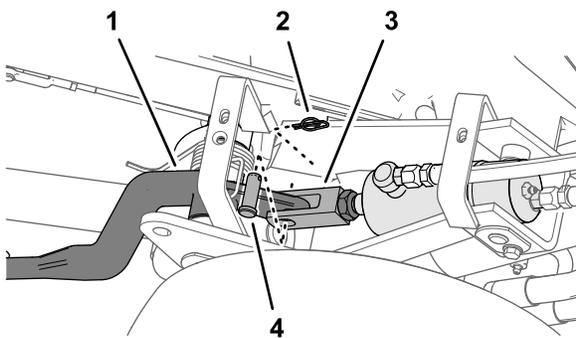
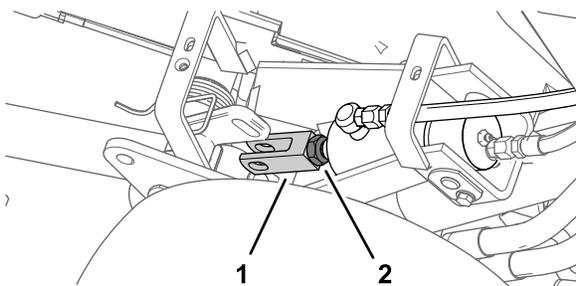

Figure 49
Figure 50
3. Desserrez le contre-écrou qui fixe la chape au vérin de l'unité de coupe que vous devez régler (Figure 49).
- Retirez la goupille de fixation et l'axe de chape (Figure 49)
- Tournez la chape jusqu'à obtention de la hauteur voulue (Figure 50).
- Montez la chape sur le bras de levage avec l'axe de chape et la goupille de fixation, et serrez l'écrou de blocage (Figure 49 et Figure 50)